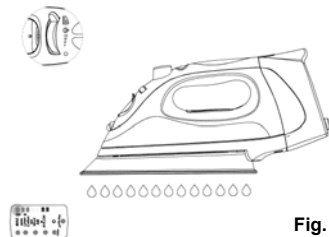

Fig. 7
5. Gire el control variable de vapor completamente hacia la derecha hasta la posición de auto-limpieza (Self-Cleaning) y sostenga la plancha horizontalmente sobre una piletta. (Fig. 7)